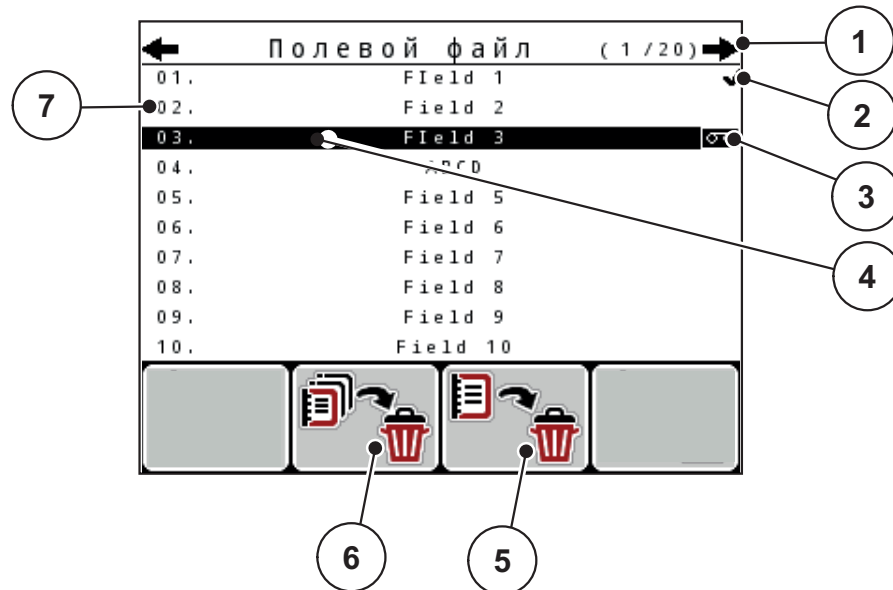

Рисунок 4.21: Меню «Полевой файл»
3. Нажмите функциональную клавишу **F3** под символом **удаления** (см. Рис. 4.21).
2. Нажмите функциональную клавишу **F2** под символом **Удалить все** (см. Рис. 4.21).